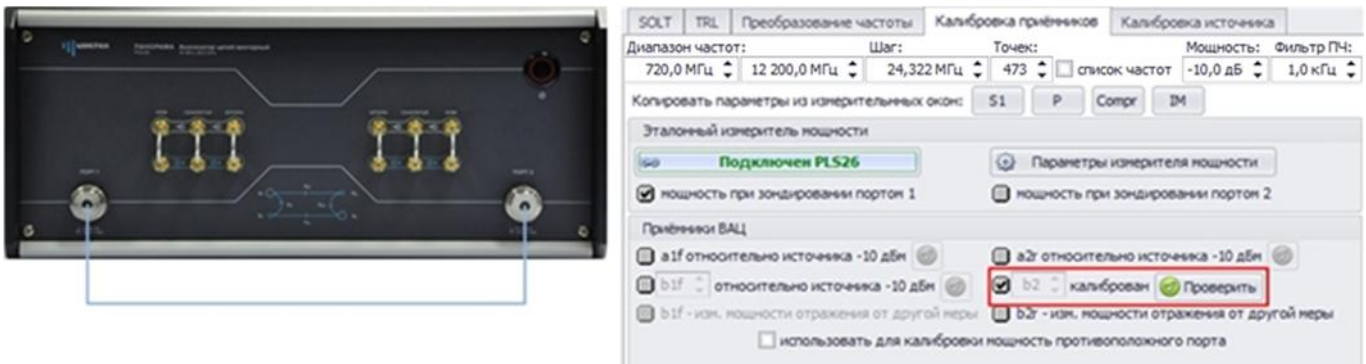

Рис. 42. Калибровка приёмника b2 относительно PLS26
12.2 Соедините порты ВАЦ между собой. Во вкладке «Калибровка приёмников» проведите калибровку приёмника b2 относительно PLS26 (рис. 42);